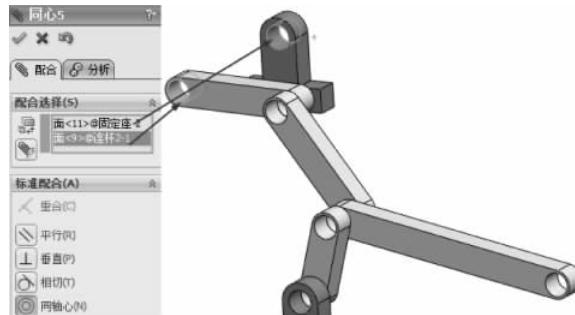

图 3-178 同轴心配合
(10) 选择【标准配合】选项组下的【同轴心】配合类型 ,在【要配合的实体】选择框 中选择如图 3-178 所示的面,其他保持默认,单击【确定】按钮 ,完成同轴心配合。